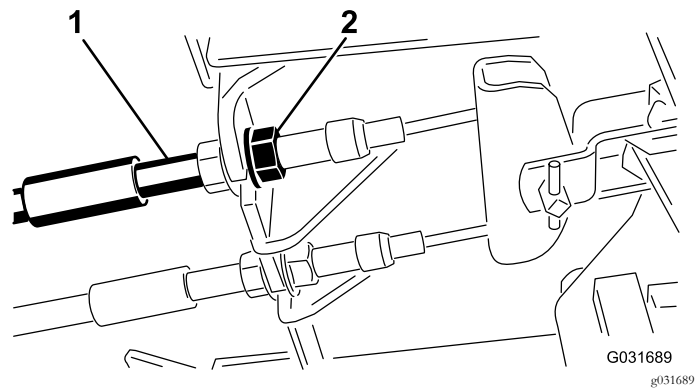

Bild 54
1. Ziehen Sie zum Reduzieren des Spiels der Bremspedale die Bremsen fester – lockern Sie dazu die vordere Mutter am Gewindeende des Bremszugs (Bild 54).